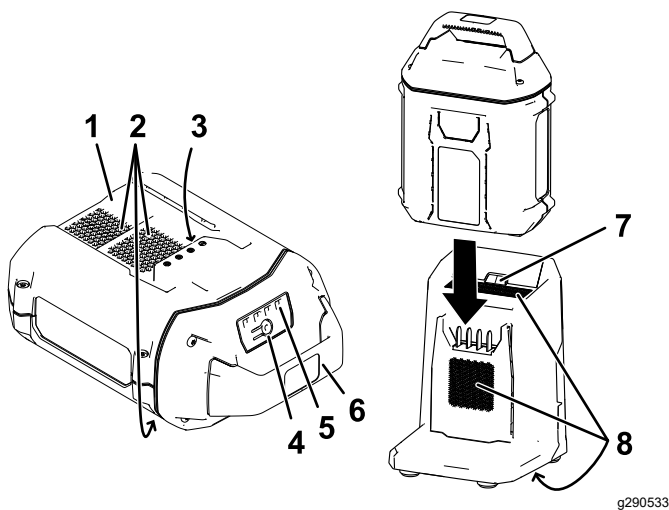

Figure 12
2. Placez le creux de la batterie (Figure 12) en face de la languette du chargeur.
4. Glissez la batterie dans le chargeur jusqu'à ce qu'elle soit complètement enclenchée (Figure 12).